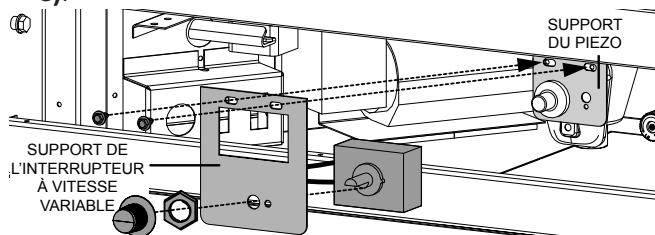

**Fig. 1**
6. Faites pivoter la soufflerie dans le bas de l'appareil. Assurez-vous que le joint d'étanchéité reste en place entre la soufflerie et l'appareil pendant que vous glissez le soufflerie contre la côté gauche dans la patte du montage du soufflerie. Fixez en place utilisant une vis (**Fig. 1 and 2**).